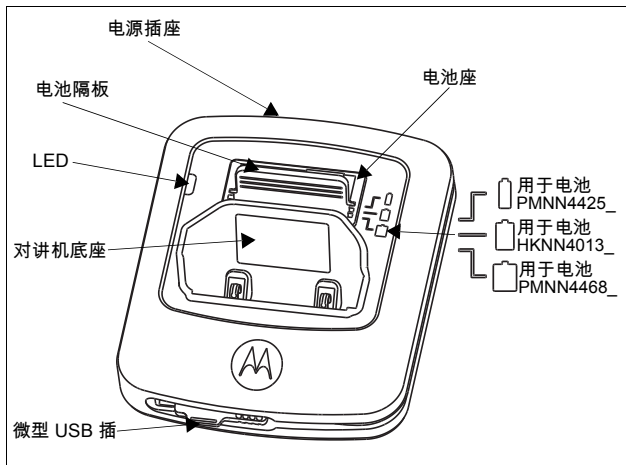

图 1： Tri-Unit 充电器
- a. 拔出并转动电池隔板，然后根据要充电电池的类型将其滑回插槽中。(请参见图 1)。